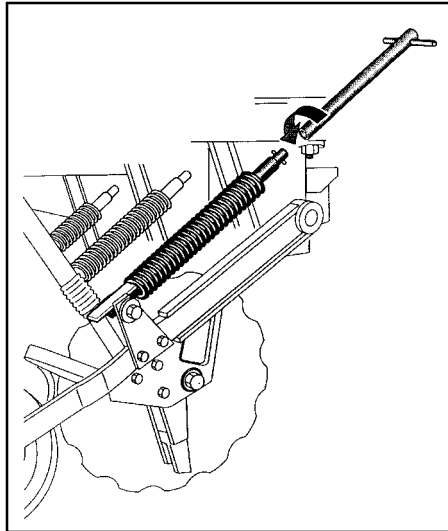

fig. 19
- En modifiant la tension du ressort (fig. 19)